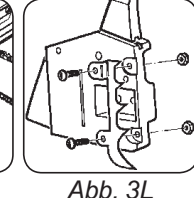

Abb. 3L
11. Legen Sie die Anschlagkralle auf die Kettenbremsabdeckung wie auf Bild. 3L angegeben.